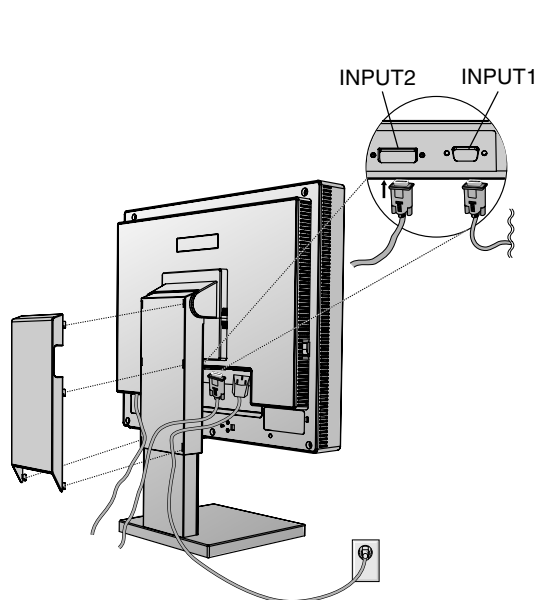
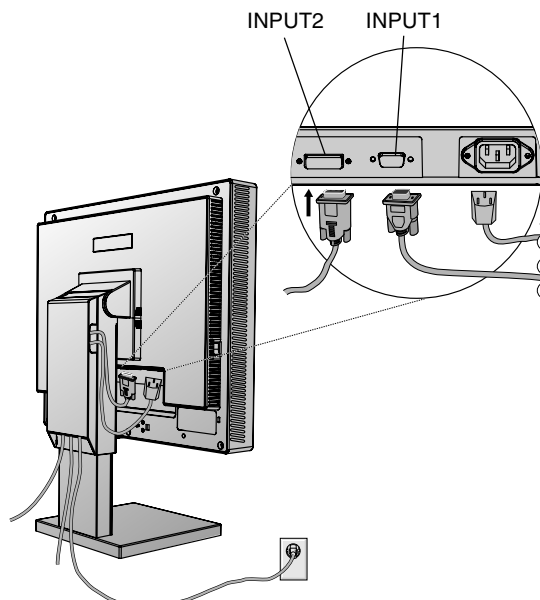

Figura C.1
Figura C.2
3. **Per PC o MAC con uscita digitale DVI:** Collegare il cavo segnali DVI al connettore sul retro del monitor. Posizionare il cavo segnali video (**Figura C.1**). Collegare all'ingresso 2 solo il cavo DVI.
Per PC con uscita analogica: Collegare il cavo mini D-SUB a 15 pin al connettore sul retro del monitor. Posizionare il cavo segnali video (**Figura C.1**). Collegare all'ingresso 1 solo il cavo mini D-SUB a 15 pin.
Riunire i cavi e porli dietro al supporto (**Figura C.1**). Coprirli mediante la copertura opzionale (**Figura C.2**).
4. Collegare un'estremità del cavo di alimentazione all'ingresso c.a. sul retro del monitor e l'altra estremità alla presa di alimentazione (**Figura C.1**).